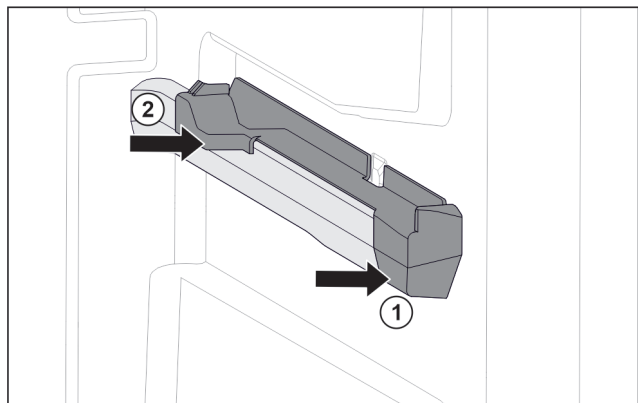

Fig. 75 Piesă de fixare pe nervura din dreapta a recipientului
- ▶ Așezați piesa de fixare în față pe nervura recipientului. Fig. 75 (1)
- ▶ Apăsați piesa de fixare spre spate. Fig. 75 (2)